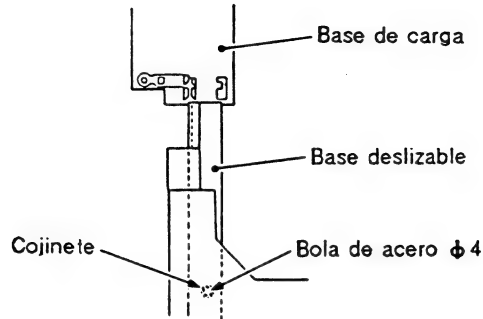
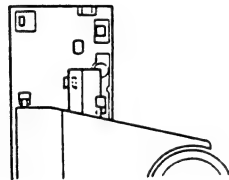

Fig. 10-7
Fig. 10-8
<p>Una vez finalizado el ajuste de reticula, vuelva a montar la bandeja del disco de acuerdo con el procedimiento siguiente.</p> <ol style="list-style-type: none"><li>1. Extraiga el disco y el separador.</li><li>2. Levantando el sujetador de abrazadera (marcado con ⑤ en la Fig. 10-2) con la mano izquierda, sujete la bandeja con la mano izquierda como se indica en ③ y deslice la base deslizable en los acopladores de resina rigida de la base de carga como se muestra en la Fig. 10-7 para reinsertar la bandeja del disco.</li></ol> <p>En este momento, asegúrese de sujetar la bola de acero en su lugar con el dedo indice de la mano izquierda. Además, tenga cuidado para no dañar el panel frontal con la base deslizable y el cojinete de boals de acero (de la base deslizable).</p> <ol style="list-style-type: none"><li>3. Inserte la base deslizable de forma que encaje en los dos acopladores de resina rigida de la parte posterior de la base de carga (consulte la Fig. 10-8).</li><li>4. Inserte completamente la bandeja del disco.</li></ol>